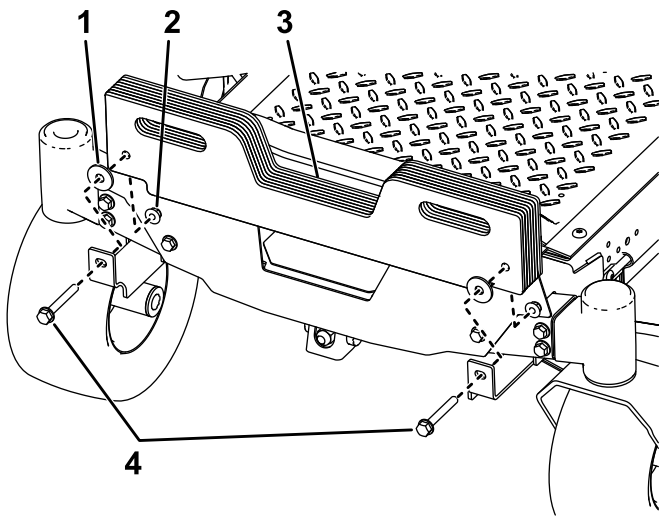

**Figure 4**
1. Fixez les supports de montage des masses sur le dessous du cadre au moyen de 2 boulons ( $\frac{3}{8}$ " x 1") et 2 contre-écrous ( $\frac{3}{8}$ " ), comme montré à la Figure 4.